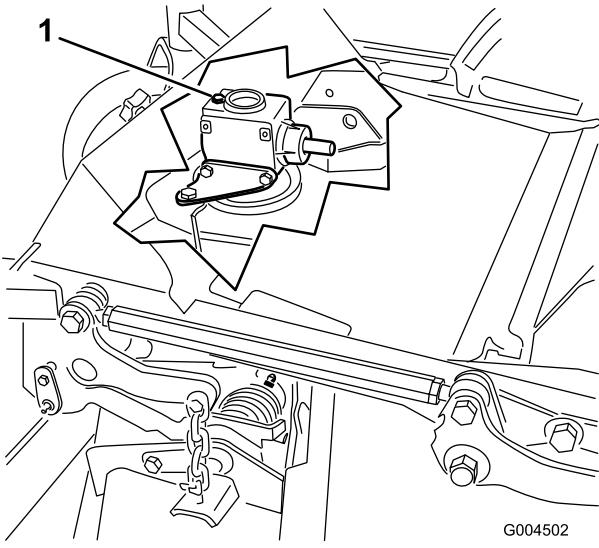

Figure 42
6. Retirez le bouchon de remplissage-jauge au sommet du boîtier d'engrenages (Figure 42) et vérifiez que le niveau de lubrifiant se situe entre les repères sur la jauge.
6. Retirez le bouchon de remplissage-jauge au sommet du boîtier d'engrenages (Figure 42).